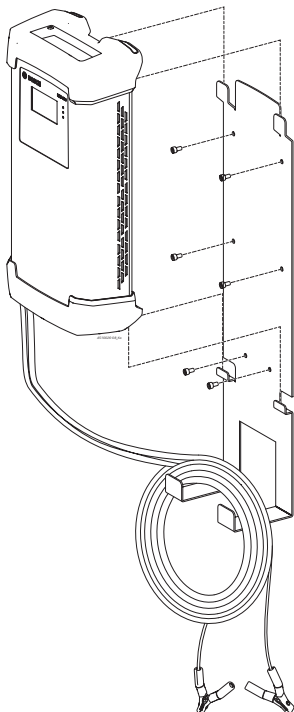

Abb. 3: BAT 690 mit Wandhalter
**i** Die vier Standfüße des BAT 690 müssen immer oben und unten an der Wandhalterung eingehängt werden. Ladeleitungen und Netzanschlussleitung können an der Wandhalterung eingehängt werden (siehe Abb. 3).